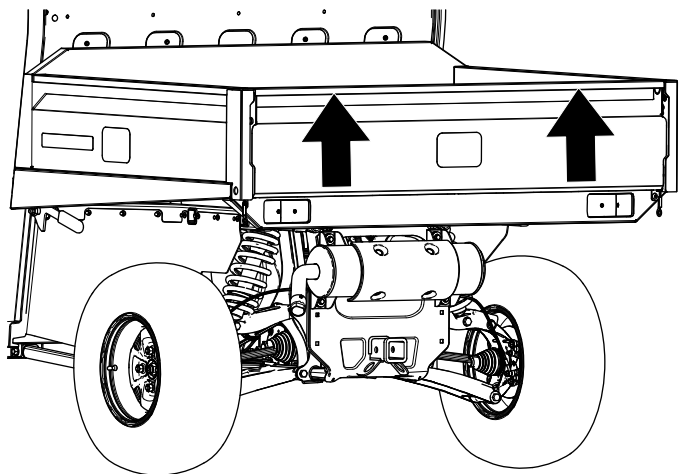

Figura 81
2. Usando ambas manos, levante el portón trasero usando el resalte situado cerca de la parte superior del portón (Figura 81).